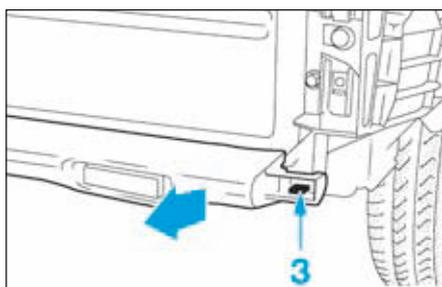

FIG.162
- Déclipper l'agrafe (3) (Fig.162) de chaque côté.